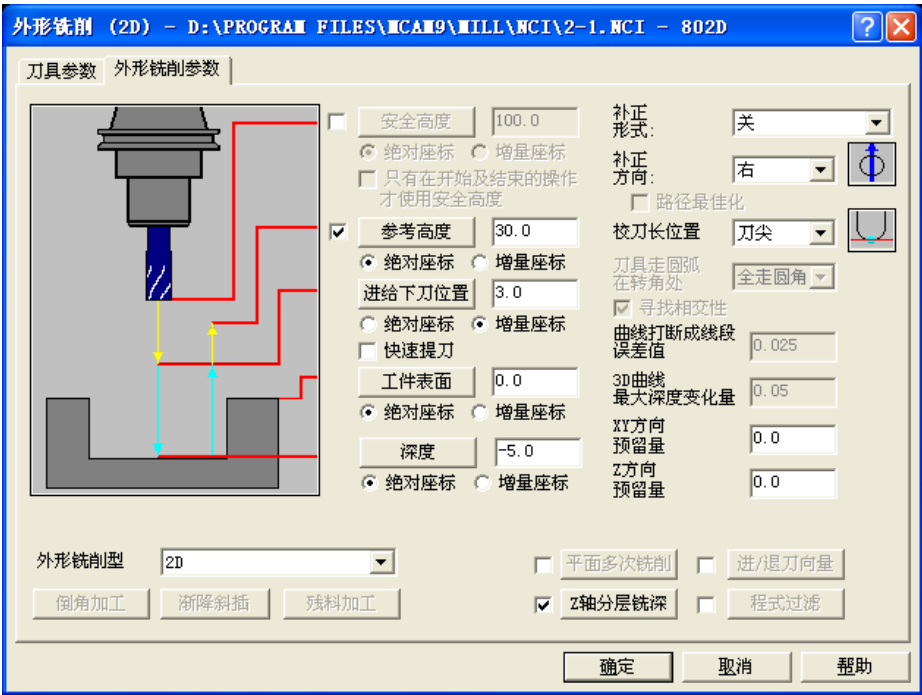
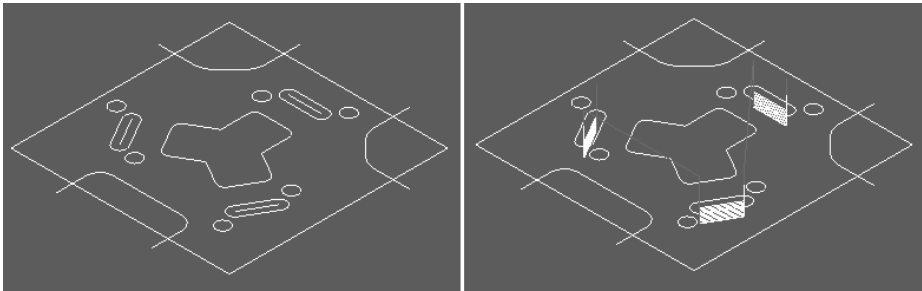
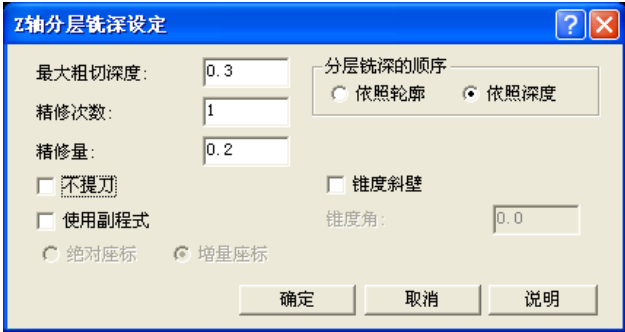

图 2-22 精铣键槽外形铣削参数
图 2-23 精铣键槽刀具路径模拟
图 2-24 精铣键槽分层铣深设定
8) 绘图，以 17mm×5mm 的键槽两端半圆的中心两点画线，如图 2-23 左图所示；仍然选择直径为 5mm 的平刀，在“刀具参数”选项卡中设定进给率：400.0、下刀速率：100.0、提刀速率：2000.0、主轴转速：2500，冷却液：喷油；在“外形铣削参数”选项卡中设定补正形式：关，勾选“分层铣深”，深度：-5.0，XY 方向预留量：0.0，Z 方向预留量：0.0，如图 2-22 所示；在“Z 轴分层铣深设定”对话框中输入最大粗切深度：0.3，勾选“精修”，
次数：1，精修量：0.2，点选“依照深度”，其余默认，如图 2-24 所示。刀具路径模拟如图 2-23 右图所示。